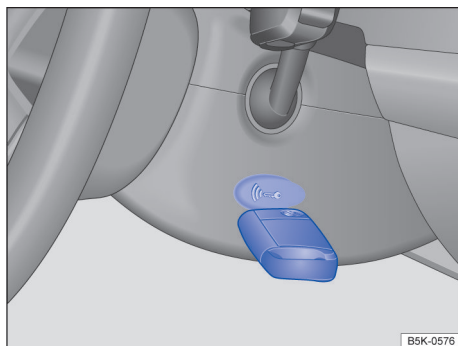

Fig. 93 À direita na coluna de direção: função de partida de emergência em veículos com sistema de travamento e de partida Keyless Access sem chave.
- Manter a chave do veículo diretamente após pressionar o botão de partida à direita da coluna de direção → Fig. 93.